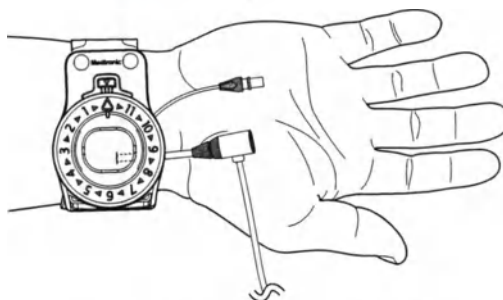

Рисунок 2. Размещение замыкающей полоски.
3. Разместите замыкающую полоску на запястье так, чтобы место доступа было видно через прозрачное окошко, а центр дискового регулятора был выровнен с местом артериотомии (рис. 2).